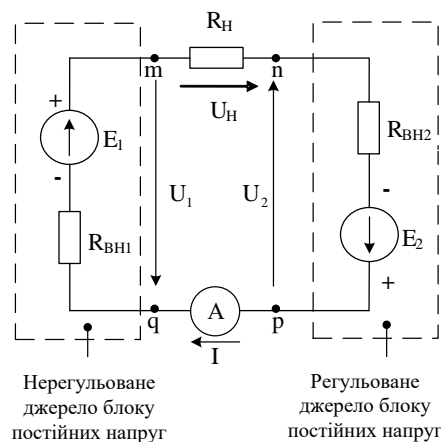

Рисунок 2.5 – Схема електричного кола із послідовним з'єднанням джерел живлення E_1 , E_2 та навантаження R_H
Для дослідження використовується схема (рис. 2.5) електричного кола з послідовно з'єднаними нерегульованим джерелом живлення $E_1=30\text{В}$, регульованим джерелом живлення E_2 з внутрішнім опором $R_{вн2} = 20\text{ Ом}$ та навантаженням з опором $R_H = 100+10 \cdot N\text{ Ом}$.
2.2.1 На набірному полі зібрати схему, наведену на рис. 2.5. Як навантаження використати резистор $R_H = 100+10 \cdot N\text{ Ом}$.